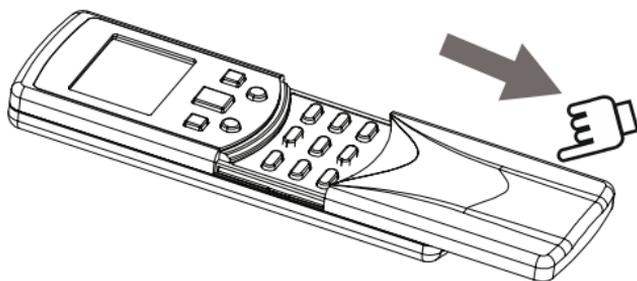

Abb. 2.5
- 1) Entfernen Sie die Frontabdeckung der Fernbedienung in Pfeilrichtung (siehe Abb. 2.5).